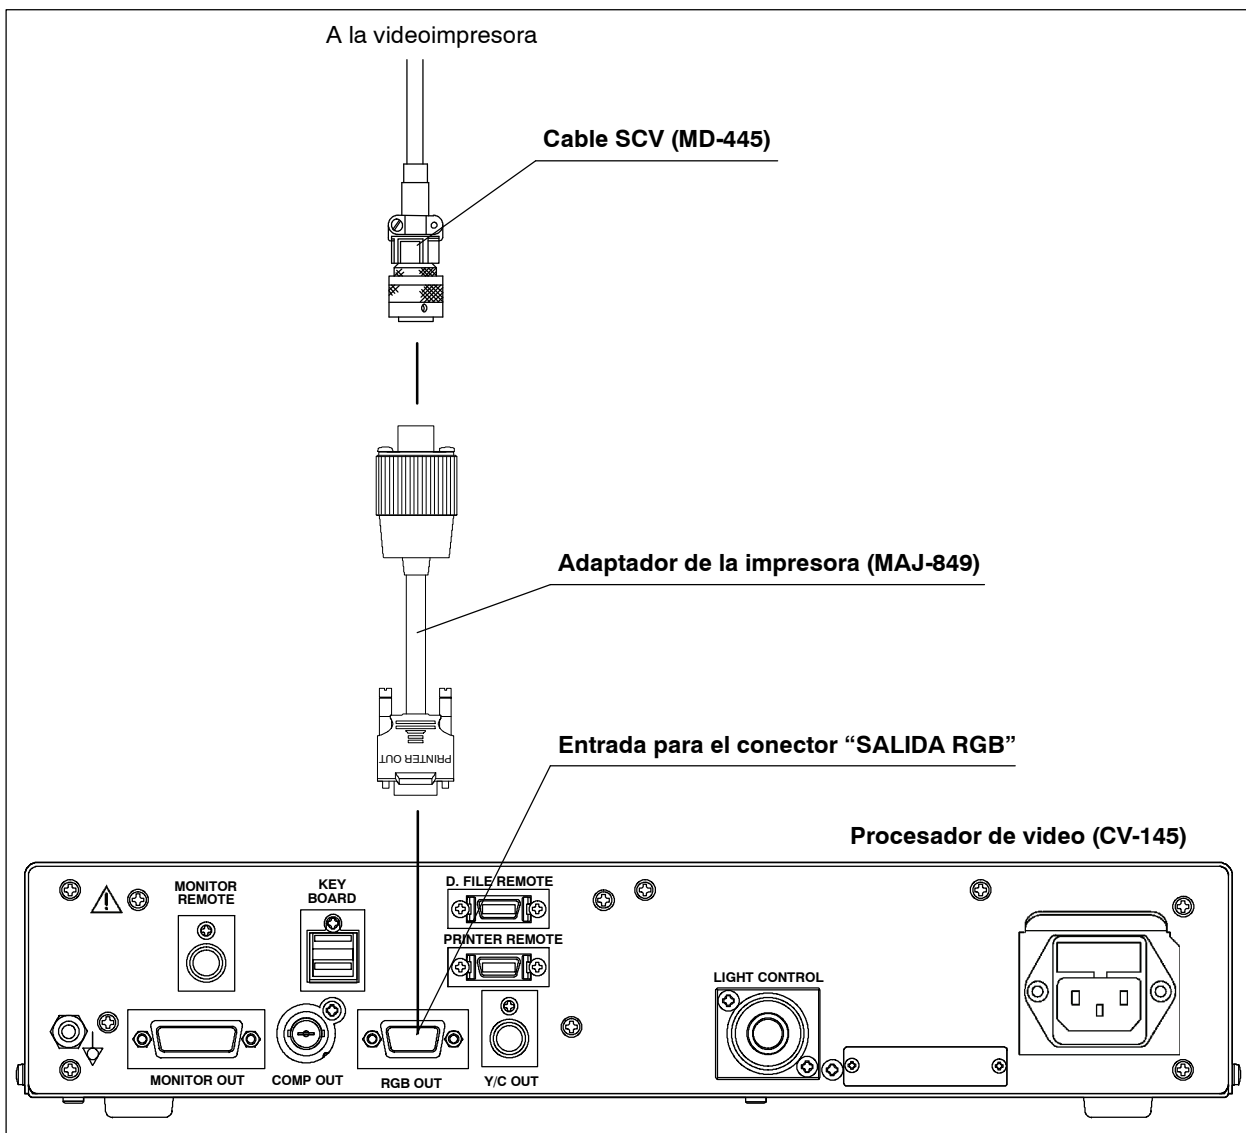

Figura 3.20
Si quiere utilizar el cable SCV (MD-445) ya introducido con el CV-100/140/E, conéctelo al adaptador de impresora (MAJ-849) (ver figura 3.20).
1. Conecte el extremo etiquetado como "PRINTER OUT" del adaptador de la impresora (MAJ-849) a la "SALIDA RGB" del procesador de video (ver figura 3.20).